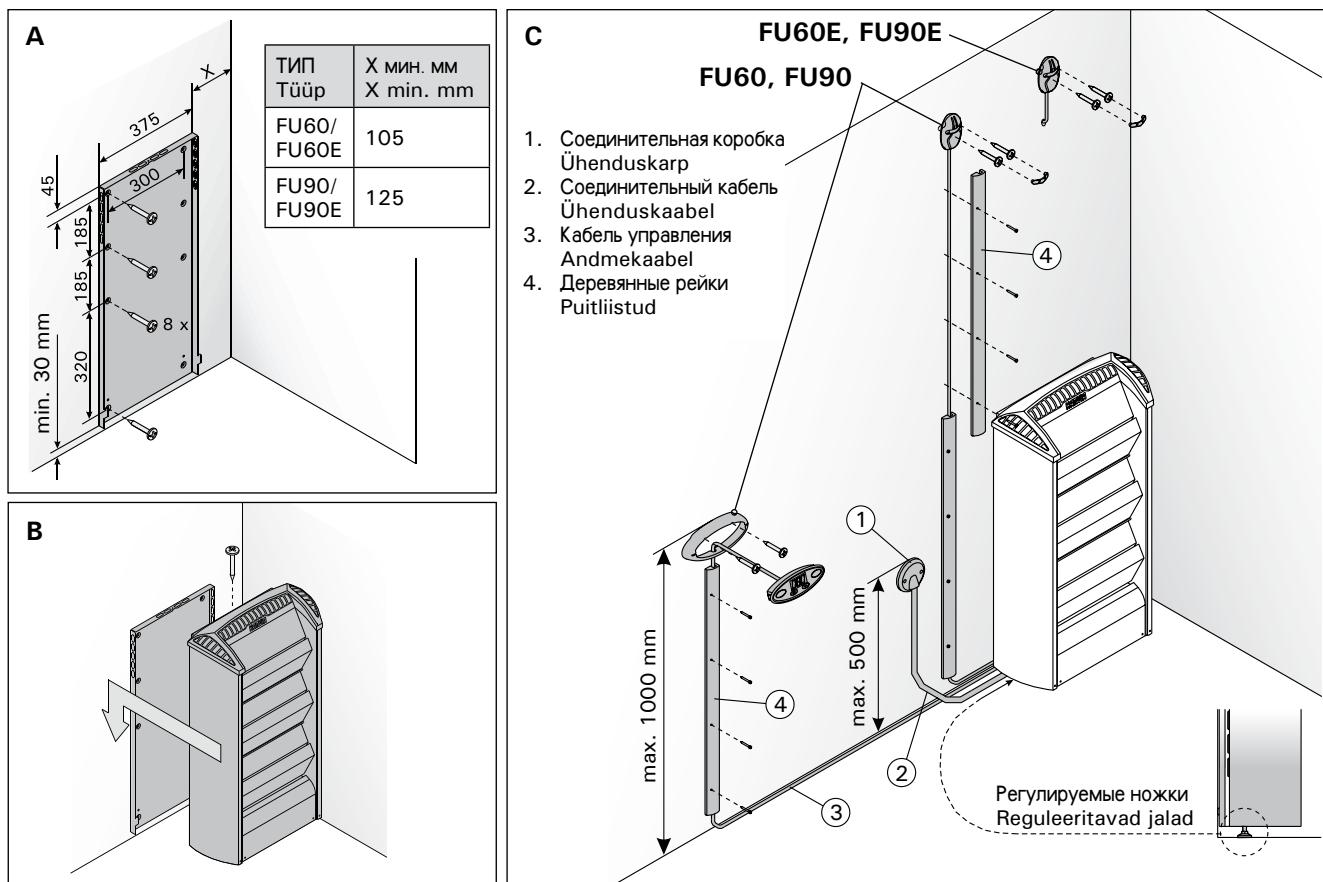

Рисунок 9. Расположение монтажной рамы каменки и подключение каменки
- С помощью прилагаемых шурупов прикрепите к стене монтажную раму, соблюдая минимальные расстояния, указанные в таблице 2 и на рис. 5. Установка рамы изображена на рис. 9.
Сечение проводов, подходящих к управлению нагревом и к сигнальной лампочке, должно соответствовать питающему кабелю каменки. Каменка гибким кабелем подсоединяется к соединительной коробке в стене сауны. См. рис. 9. В качестве кабеля следует использовать резиновый кабель типа HO7RN-F или подобный.
Панель управления каменки FU поставляется в комплекте с тремя деревянными рейками, которыми можно закрыть кабель управления, установочным фланцем и двумя винтами для крепления панели на удобной высоте. Если в стене имеется канал для прокладки кабелей, то кабель, ведущий к панели управления, можно скрыть в стене. В противном случае монтаж следует производить по поверхности стены. См. рис. 9. Сигналы, передаваемые панелью управления, являются слаботочными сигналами. Поэтому панель безопасна при установке на основание из любого материала.